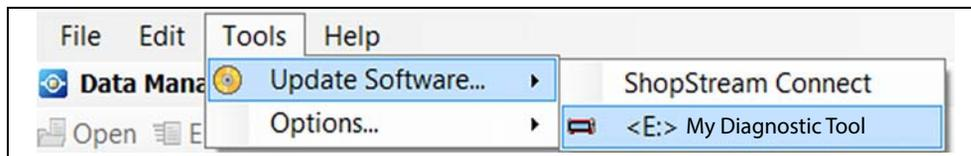

Figure 15-13
1. Sélectionnez **Outils > Mettre à jour le logiciel > (type d'outil de diagnostic – p. ex., PDL8000, etc.)** dans la barre du menu (Figure 15-13).